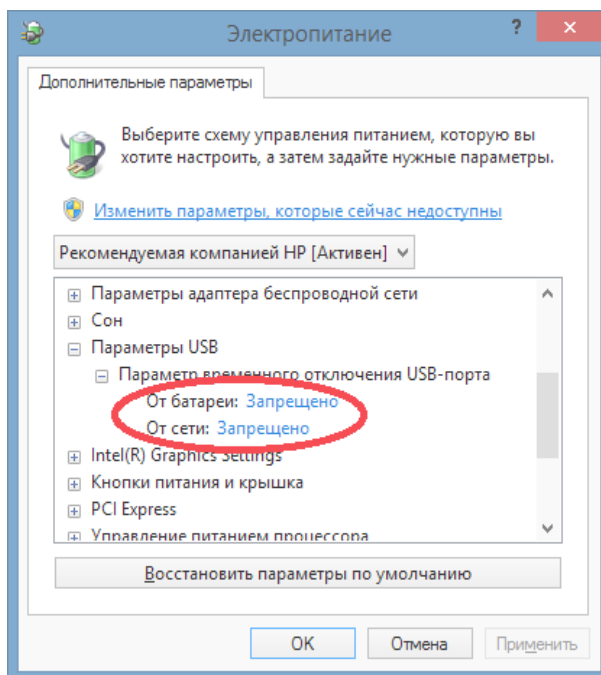

Рисунок 17
4) в дереве открывшегося окна развернуть ветку «Параметры USB» -> «Параметр временного отключения USB-порта» и для всех пунктов задать значение «Запрещено» (Рисунок 17);